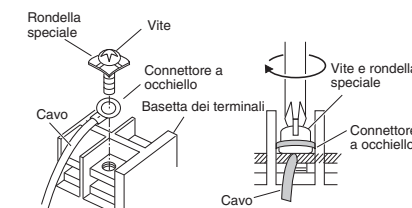

Fig. 5-4
- Applicare il connettore a occhiello al terminale corrispondente e serrare bene la vite. (Fig. 5-4)